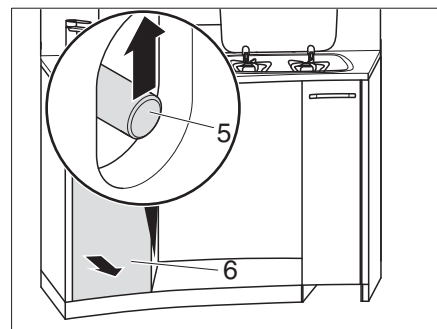

Bild 125 Hohe Küchenschublade entriegeln
- Durch die Öffnung greifen und Schubstange (Bild 125,5) nach oben schieben.